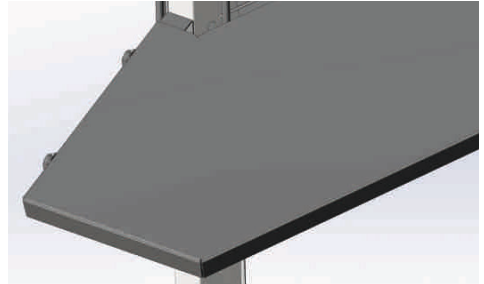

Рис. 15
6. установите подставку как показано на Рис. 15, наживите болты в отверстия, но не затягивайте их гайками;